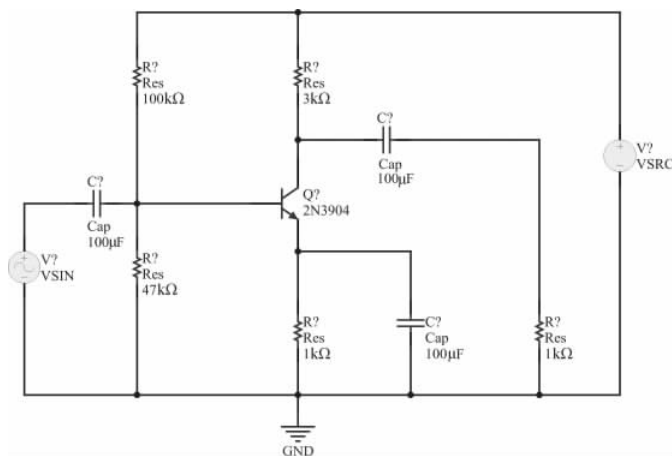

图 3-80 连接电路元器件和信号源
(4) 单击 AD 主界面下工具栏内的连线按钮,将这些元器件和信号源按照图 3-80 所示的方式进行连接。